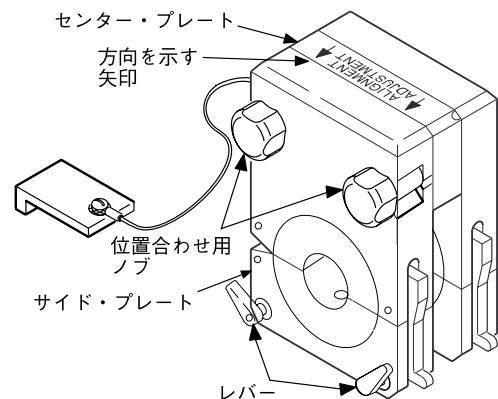

図 17：サイド・プレートを緩める
1. フィクスチャー・ブロックをひっくり返し、センター・プレート上の方向を示す矢印を見つけます。この矢印は、適切なサイド・プレートを指示しています。図 17 をご参照ください。
2. サイド・プレートをセンター・プレートから緩める程度に2個の位置合わせ用ノブを緩めます。図 17 をご参照ください。